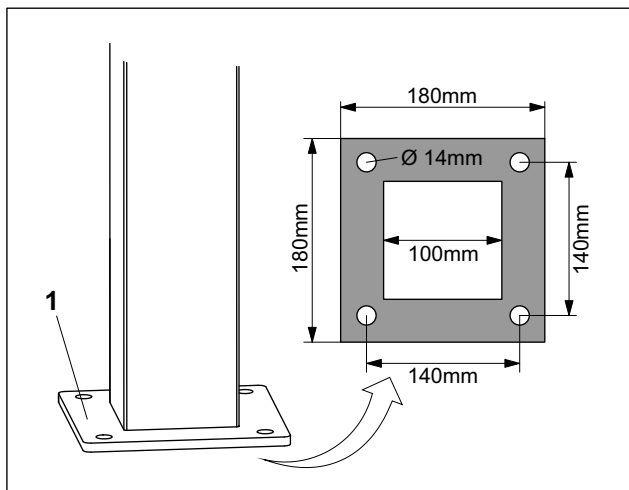

Abb. 2 Bodenplatte der Stele
1. Zeichnen Sie die vier Bohrungen mithilfe der Bodenplatte (Abb. 2/1) der Stele auf dem Betonfundament an. Alternativ können Sie die Bohrmaße der nebenstehenden Zeichnung entnehmen.